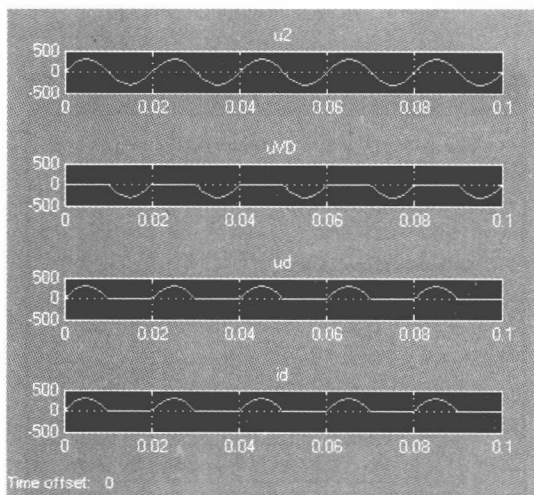

图 1-9 仿真波形
4. 完成以上步骤后便可以开始仿真，点击运行按钮开始仿真。在屏幕下方的状态栏可以看到仿真的进程。若需要中途停止仿真，可以点击停止按钮。仿真完毕后，可以双击示波器模块来观察仿真的结果。如果一开始观察不到波形，可以点击示波器工具栏的望远镜按钮，示波器会自动给定一个合适的坐标，观察到我们需要的波形。本实验的仿真波形如图 1-9 所示。